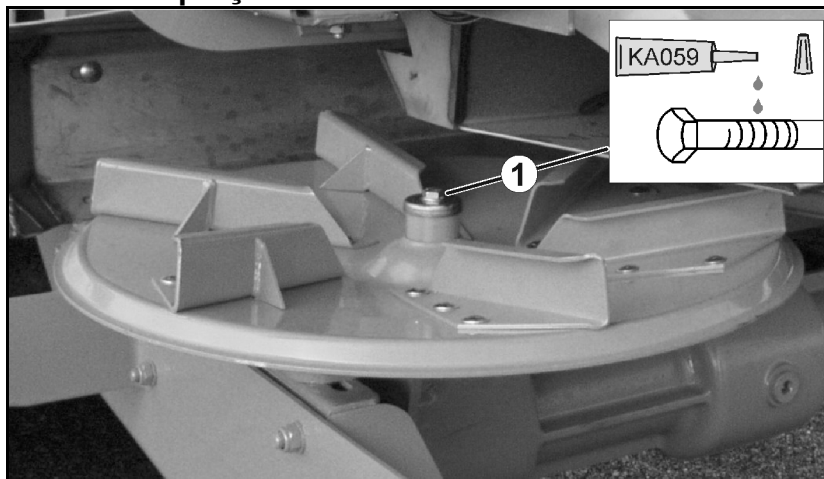

Fig. 106
1. Desfaceți șurubul hexagonal M10 (Fig. 106/1).